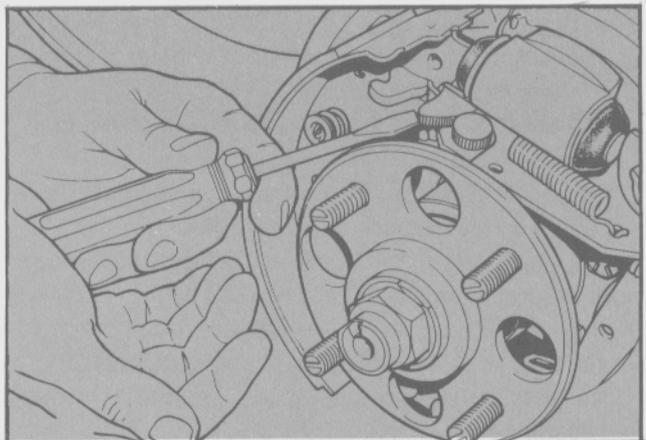

Fig. 59 - Accionamiento de la leva de ajuste automático
- Accionando el mecanismo de ajuste automático, separar las zapatas del cilindro de rueda (Fig. 59).
- Desajustar el mecanismo de autoajuste cuidando de que los elementos queden correctamente colocados (Fig. 59).